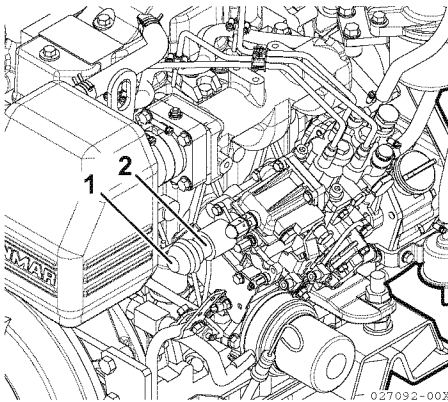

Figure 20
Actionnez le démarreur en appuyant sur le bouton d'arrêt d'urgence **(Figure 20, (1))** à l'arrière de la pompe à carburant. Ceci coupe l'alimentation en carburant.